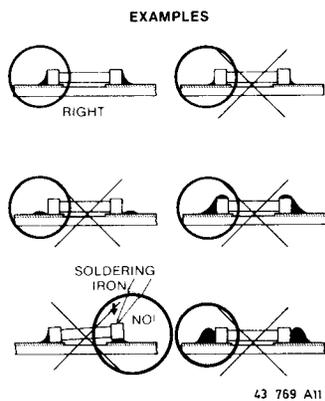

Fig. 5
- Die Zinnlotmenge soll zweckmässig sein: Mit einer Ueberschussmenge kann der Chip rissig werden und andere Schwierigkeiten erfahren (Krümmung der Printplatte, geknickte Anschlüsse usw.). Siehe Bild 5.